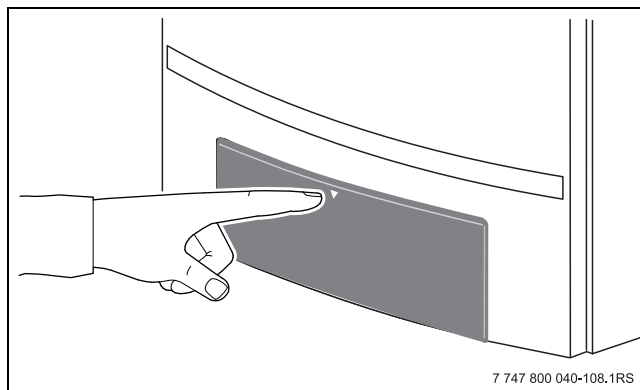

Fig. 2 Abrir a tampa
- ▶ Para aceder ao painel de controlo do painel de comando, abrir a tampa pressionando-a brevemente (→ fig. 2).